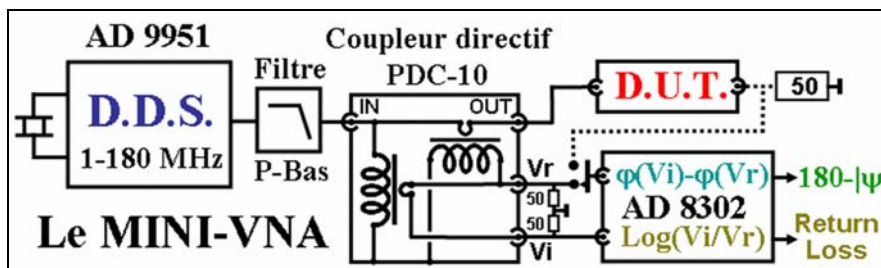

Figure 4
Son synoptique général (partie analogique) est montré sur la figure 4.
Le mini-VNA permet la mesure du S_{11} et du S_{21} . Les deux récepteurs nécessaires sont réduits à un double détecteur log différentiel en amplitude et en phase (tout en un). En mode S_{11} comme sur la figure 4, la sortie "Amplitude" est représentative du "return-loss" en dB. On obtient ρ à partir du return-loss avec la formule : $\rho = 1 / (10^{(RtnLoss/20)})$ (3). La sortie "Phase" se fait sur 180° . Elle est représentative de ψ ($\pm 180^\circ$) après avoir levé l'ambiguïté du signe par raisonnement sur sa variation et celle de ρ en fonction de la fréquence. En mode S_{21} la sortie "Amplitude" est représentative du gain ou de l'affaiblissement du D.U.T. et la sortie phase représente le déphasage sortie / entrée.